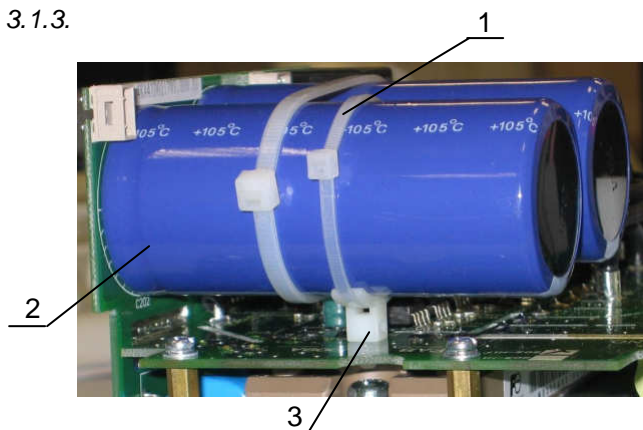

Рис.7.11
7.4.2. Прикрепить конденсатор 2 к опорной стойке 3 при помощи нейлоновой стяжки 1 (рис. 7.11). Свободный конец стяжки откусить около замка.